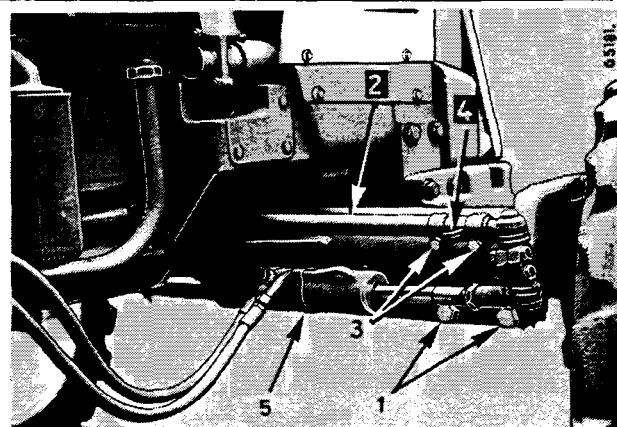
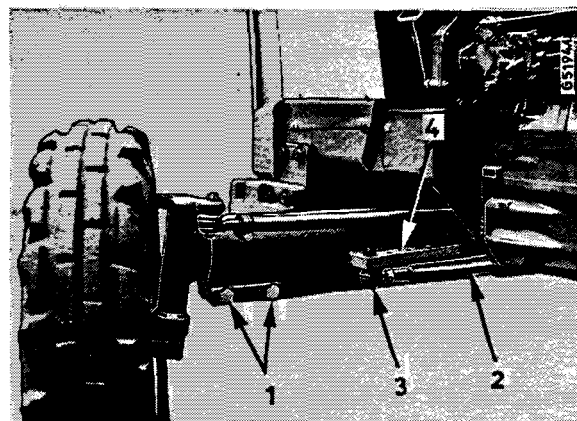

Figure 21
Figure 22
Essieu standard avec crémaillère de réglage horizontale (4) - Fig. 22.
Otez les boulons de fixation (1) - Figure 21 - retirez l'attache-rapide (4) et desserrez les colliers de serrage (3). Retirez la rotule (3) - Figure 22.
Remettez en place l'attache-rapide (4), serrez les colliers de barre d'accouplement (3) Fig. 21 et remettez la rotule (3) - Fig. 22 - du vérin de direction dans le logement correspondant de la barre de réglage (4).
Note.: L'intervalle entre les trous de la barre d'accouplement (2) - Fig. 21 - et la barre de réglage (4) - Fig. 22 - correspond pour les deux extensions d'essieu au saut d'un cran.